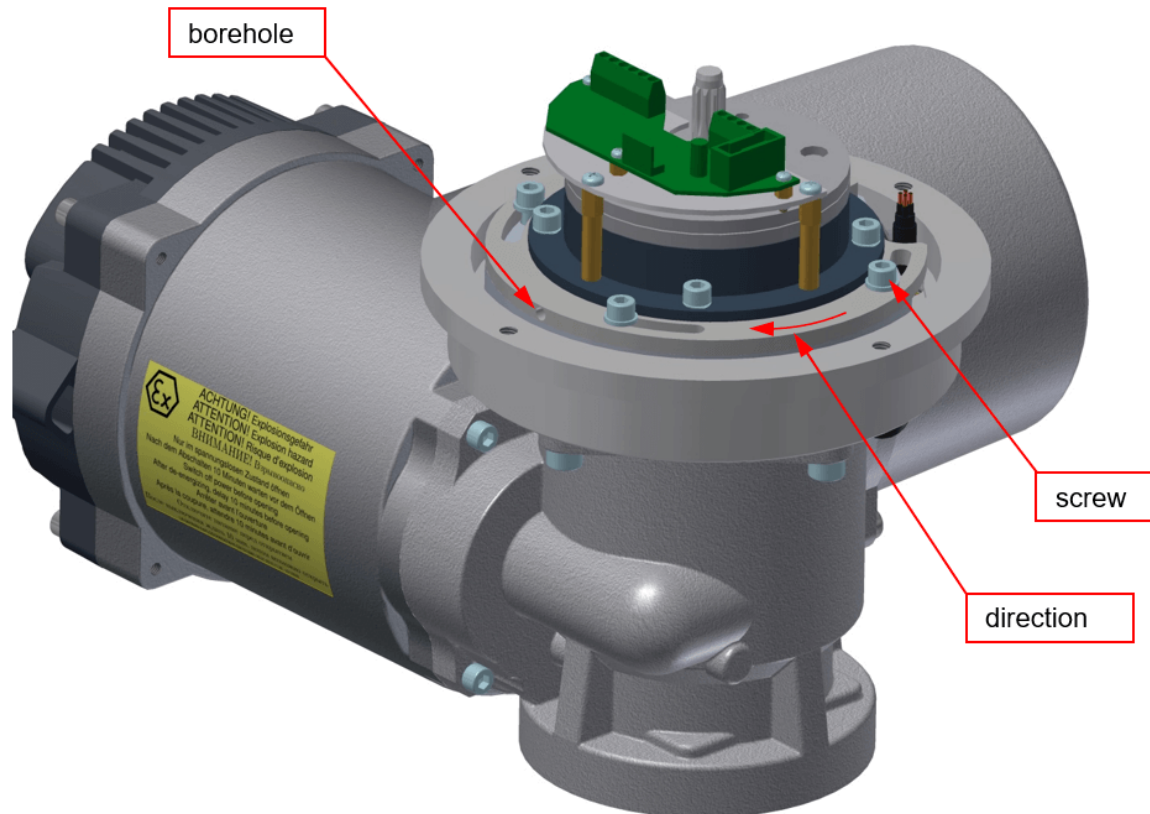

Bild 11: Failsafe-Geschwindigkeit einstellen
2. Lockern der vier Schrauben ohne diese zu entfernen, siehe Bild 11, Seite 22
4. Drehen des Flansches mit Hilfe des Inbus-Schlüssels in die, in Bild 11, auf Seite 22 dargestellte Richtung. Die Hälfte der möglichen Verdrehung des Flansches verdoppelt die Failsafe-Geschwindigkeit in etwa. Anziehen der Schrauben bei gleichzeitigem fixieren der Flanschposition mit Hilfe des Inbus-Schlüssels.